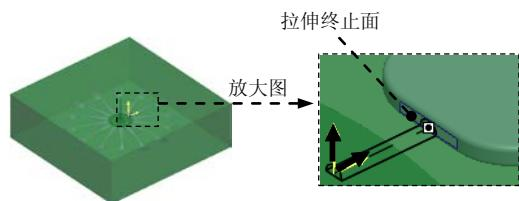

图 23.17 拉伸终止面
(3) 在操控板中选取深度类型为 ；选取图 23.17 所示的模型表面为拉伸终止面。
(4) 在“拉伸”操控板中单击 按钮，完成特征的创建。